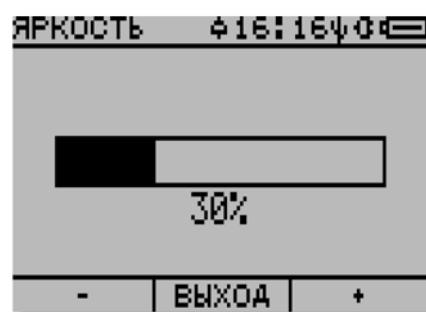

Рисунок 2.64
2) Клавишами **[–]**, **[+]** либо **F1 – «-»**, **F3 – «+»** уменьшить/увеличить числовое значение параметра. Однократное нажатие одной из этих клавиш соответственно приводит к уменьшению (декрементации) или к увеличению (инкрементации) значения на шаг, нажатие и удержание клавиш **[–]**, **[+]** приводит к последовательному изменению значения на шаг с частотой менее 1Гц в течение всего времени удержания. Для удобства визуального восприятия процесса редактирования параметра над числовым значением параметра выводится полоска-индикатор, которая заполняется темной заливкой в пропорциональном соотношении (рисунок 2.64).